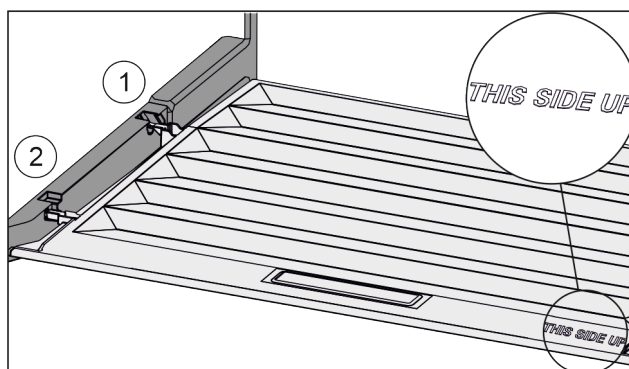

Fig. 40
- ▶ Introduire les rainures du couvercle par l'orifice du support arrière Fig. 40 (1) et les enclencher à l'avant dans le support Fig. 40 (2).